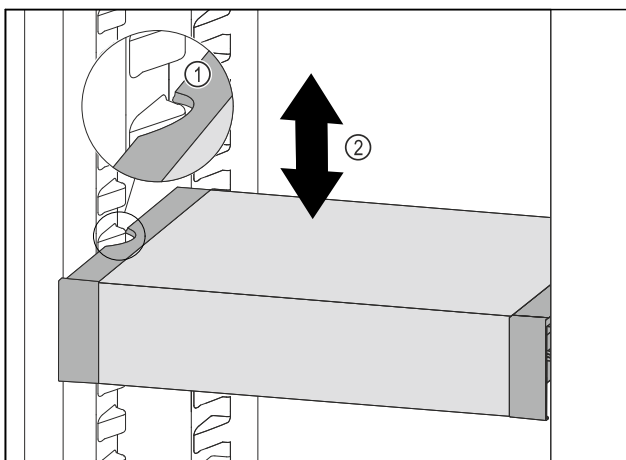

Fig. 130
- ▶ VarioSafe nach vorne ziehen, bis sich die seitlichen Aussparungen des VarioSafes auf Höhe der Behälterrippe im Kühlteil befinden. Fig. 130 (1)
- ▶ VarioSafe im Kühlteil nach oben oder unten bewegen, bis gewünschte Höhe erreicht ist. Fig. 130 (2)